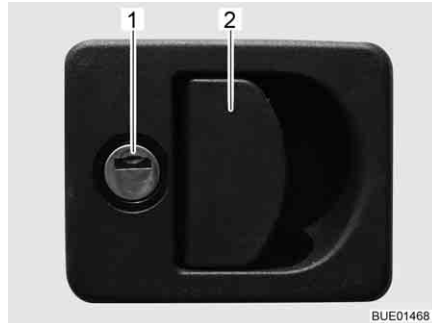

Fig. 47 Cerradura de la trampilla con tirador concha
- Introducir la llave en el cilindro de cierre (Fig. 47,1) y girarla un cuarto de vuelta. La cerradura de la trampilla está desbloqueada.
- Tirar del asidero de la cerradura (Fig. 47,2). La trampilla exterior está abierta.